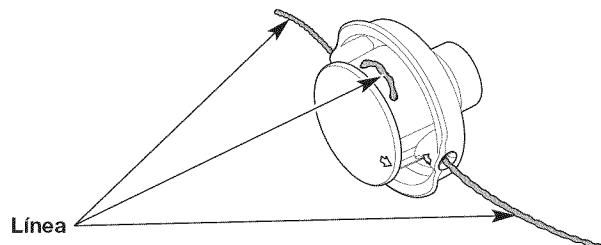

Fig. 18
- Hale los extremos de la línea hasta que la misma esté apretada contra el cabezal de corte. Asegúrese de que los extremos de la línea sean de igual longitud (Fig. 18).